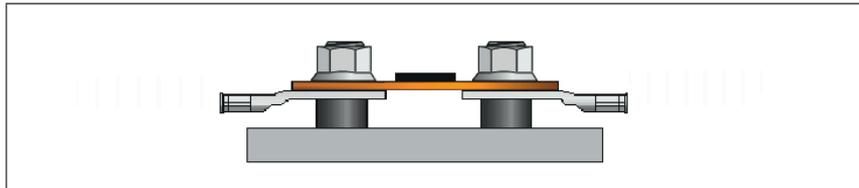
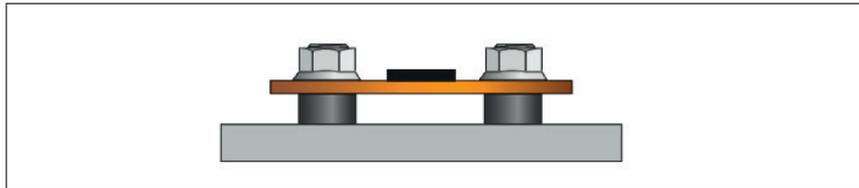
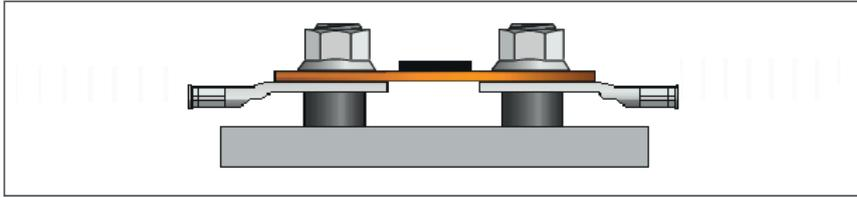

Abb. 5-30: HV BM 1.2+S Montage der Ringkabelschuhe (Leitungsquerschnitte  $\leq 35 \text{ mm}^2$ )
Abb. 5-31: HV BM 1.2+S, Leitung HV- ( $\leq 35 \text{ mm}^2$ ), M8-Muttern lösen und abnehmen
Abb. 5-35: HV BM 1.2+S, Leitung HV- ( $\leq 35 \text{ mm}^2$ ), Shunt-Modul mit M8-Muttern befestigen
**i** Um einen zu geringen Abstand zwischen dem Shunt-Modul für die Messung des Innenleiterstroms und dem Shunt-Modul für die Schirmstrommessung zu vermeiden, muss bei der Montage der Leitungen HV- mit Leitungsquerschnitten  $\leq 35 \text{ mm}^2$  der Shunt ummontiert werden (Abb. 5-30).
Bei HV-Leitungen mit Leitungsquerschnitten  $\leq 35 \text{ mm}^2$  (16 mm2, 25 mm2 und 35 mm2) muss das Shunt-Modul ummontiert werden (Abb. 5-30). Die einzelnen Arbeitsschritte werden in Abb. 5-31 bis Abb. 5-35 dargestellt.